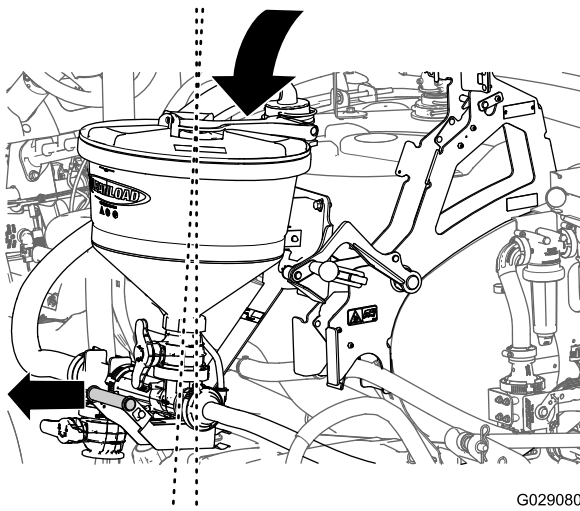

Figura 35
4. Baje el eyector del todo mientras sujeta la manija del eyector un poco hacia fuera (Figura 35).
2. Eleve el inyector mientras sujeta la manija del inyector un poco hacia fuera (Figura 35).